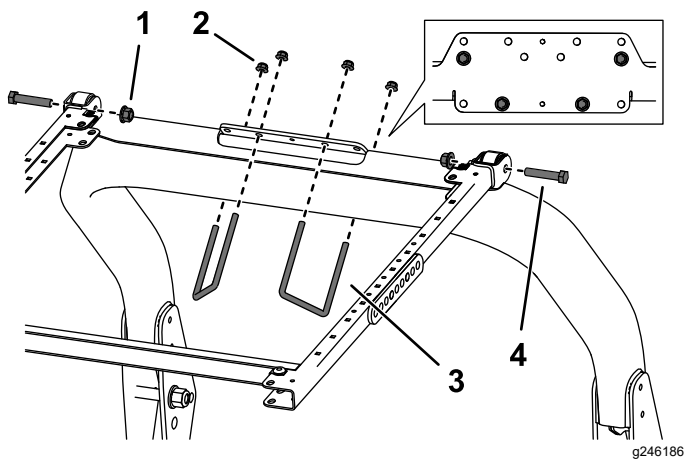

Figura 38
- Posicione o suporte de montagem do ROPS na parte superior da barra de segurança da unidade de tração (Figura 38). Certifique-se de que a barra de segurança está centrada no suporte de montagem do ROPS.
7. Utilizando os furos de montagem mostrados na Figura 38, monte cada suporte de montagem do ROPS na parte superior da barra de segurança com duas cavilhas em U (3 1/2 x 5 pol.) e quatro porcas flangeadas.